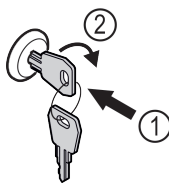

Fig. 178
- ▶ Klíč zasuňte dovnitř. Fig. 178 (1)
- ▶ Otáčejte klíčem o 90° ve směru hodinových ručiček. Fig. 178 (2)